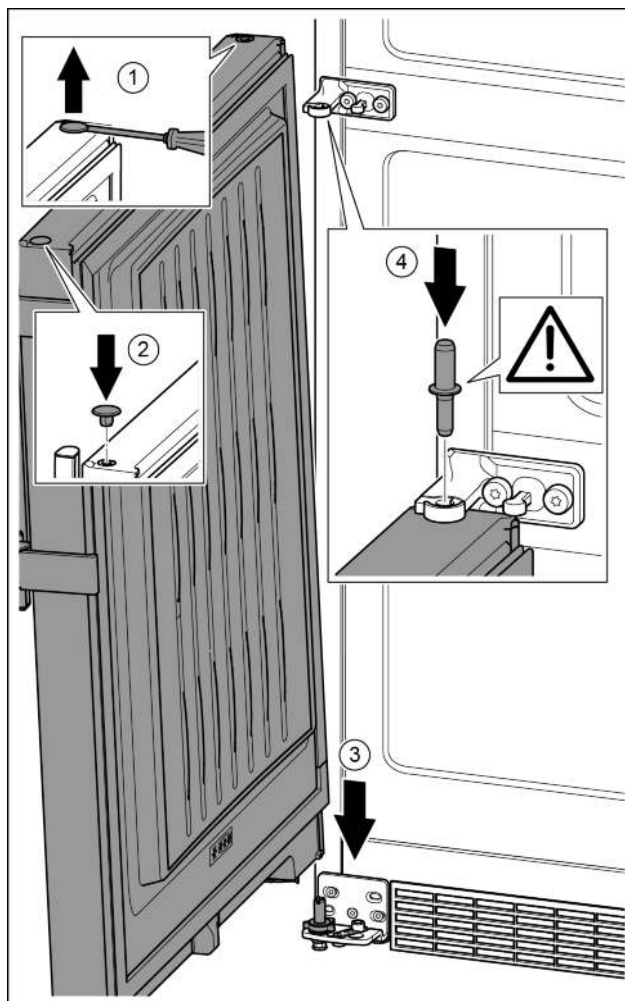

Fig. 22
- Осторожно приподнять шлицевой отверткой заглушку и вынуть ее. Fig. 22 (1)
- Заглушку снова вставить с другой стороны. Fig. 22 (2)
- Установить дверь сверху на нижний опорный палец. Fig. 22 (3)
- Вставить средний опорный палец через средний опорный кронштейн в нижнюю дверь. При этом следить за тем, чтобы выступ фиксатора был направлен назад. Fig. 22 (4)